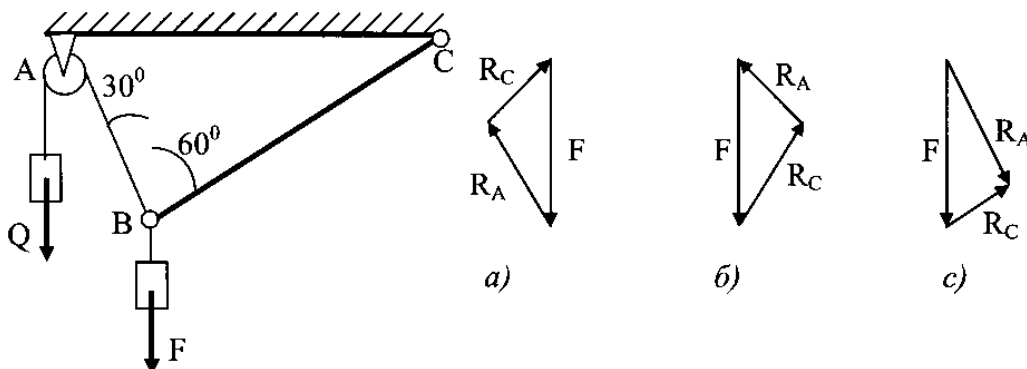

Рис.21
3. Груз (рис.21) находится в равновесии. Указать, какой из силовых треугольников для шарнира В построен верно.